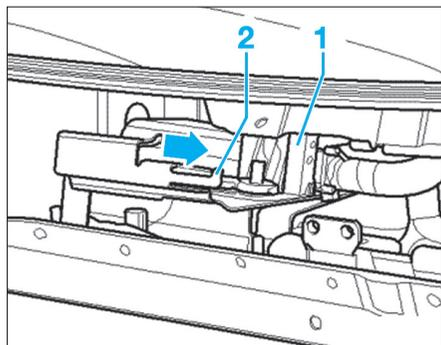

Fig. 36
- Débrancher les connecteurs (1) du calculateur (Fig.36).
- Déverrouiller la languette (2) de raccordement arrière du calculateur et la retirer.